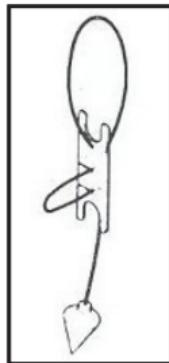

Рис.15
- 1) Используйте нитяной отвес для точной установки инструмента над точкой.(Рис.15)